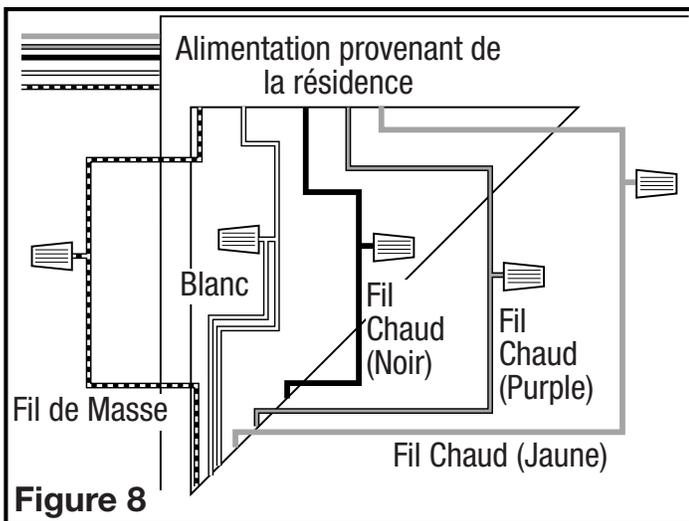

Figure 8
- Par là où vous avez choisi d'accéder à la boîte de jonction du ventilateur, raccorder un fil Blanc de la maison aux deux fils Blancs du ventilateur. Raccorder un fil vivant (Noir) du commutateur mural au fil Noir du ventilateur (celui-ci est pour le contrôle du ventilateur). Raccorder le second fil vivant (violet) du commutateur mural au fil Violet du ventilateur (celui-ci pour le contrôle de la lumière de nuit). Raccorder un troisième fil vivant (Jaune) du commutateur mural au fil Jaune du ventilateur (celui-ci est pour le contrôle de la lumière principale). Raccorder le fil de mise à la terre (vert ou cuivre nu) de la maison au fil Vert du ventilateur (**Figure 8**). Utiliser des méthodes de raccordement approuvées pour toutes les connexions.